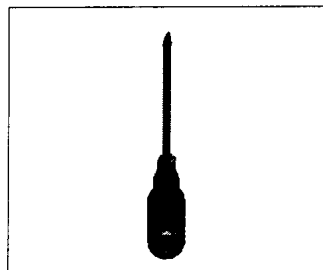

图 1-1
本例制作的旋具如图 1-1 所示。
17. 单击  按钮或者单击 View → Render → Render...。选择合适的材质, 最终得到图 1-1 所示的效果。